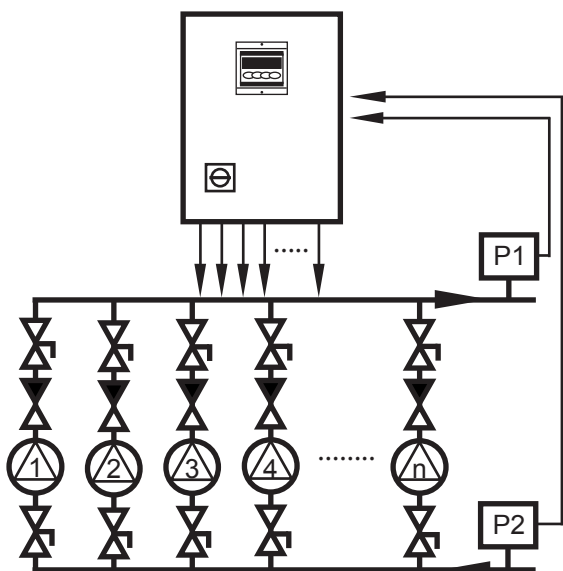

Рисунок 11.
- в циркуляционных системах отопления и горячего водоснабжения как правило контролируется перепад давления между напорным и всасывающим трубопроводом с помощью датчика перепада давления или двух датчиков давления (см. рисунок 11).